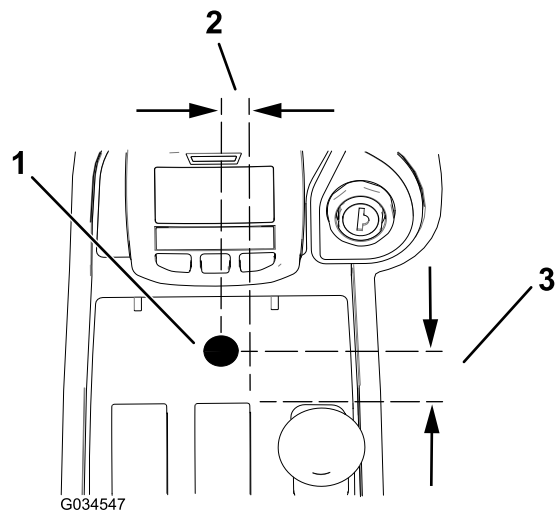

Figura 15
1. Perfore un taladro de 13 mm en la consola central; consulte la posición correcta en Figura 15.